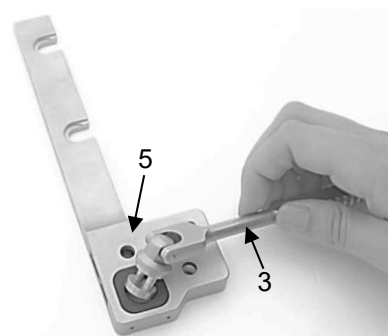

fig. 7
För först in drivspaken (3) i urtaget som finns i boxen (5) (fig. 7).